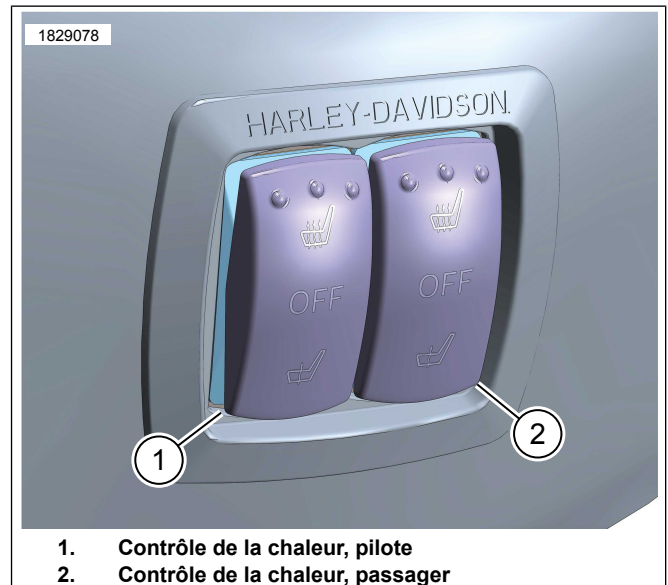

Figure 4. Commutateurs de commande de chauffage de selle
1. Voir la figure 4. Commutateurs (1, 2):
- d. La commande du conducteur (1) est située à proximité de la position assise du conducteur.
- e. La commande du passager (2) est située à proximité de la position assise du passager.